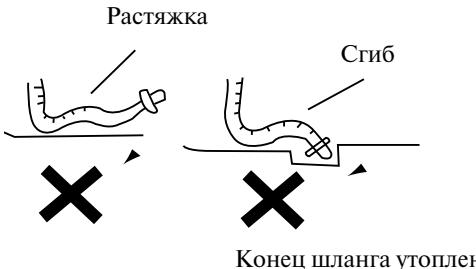

Рис. 2
1. Проделайте трубное отверстие ( $\varnothing$  80) в стене с небольшим наклоном вниз в направлении внешней стороны. Центр отверстия должен определяться в соответствии с рис. 2.